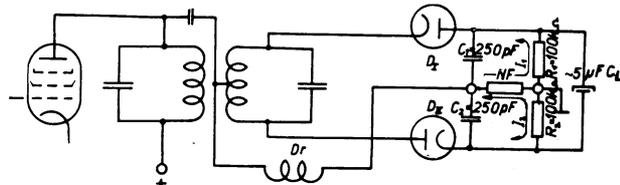

Fig. 4.12. Verhältnissgleichrichter, symmetrische Schaltung.
3. Verhältnissgleichrichter (Ratio Detector). Der wesentliche Unterschied gegenüber dem Foster-Seeley-Diskriminator liegt darin, daß die beiden Dioden gleichstrommäßig in Serie geschaltet sind (Fig. 4.12):